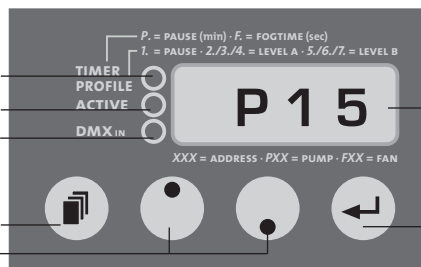

Fig. 1: Réglage du débit de la pompe
- Pressez la touche Mode [14] sur le panneau de commande, jusqu'à ce que la lettre P (Pompe) suivie de deux chiffres (cf. fig. 1) apparaisse sur l'afficheur [17]. Réglez le débit de la pompe sur 99%.
- Pressez la bouton de mode [14] sur le panneau de commande, jusqu'à ce qu'un P (pompe) suivi de deux chiffres apparaissent sur l'afficheur [17] (cf. fig. 1).